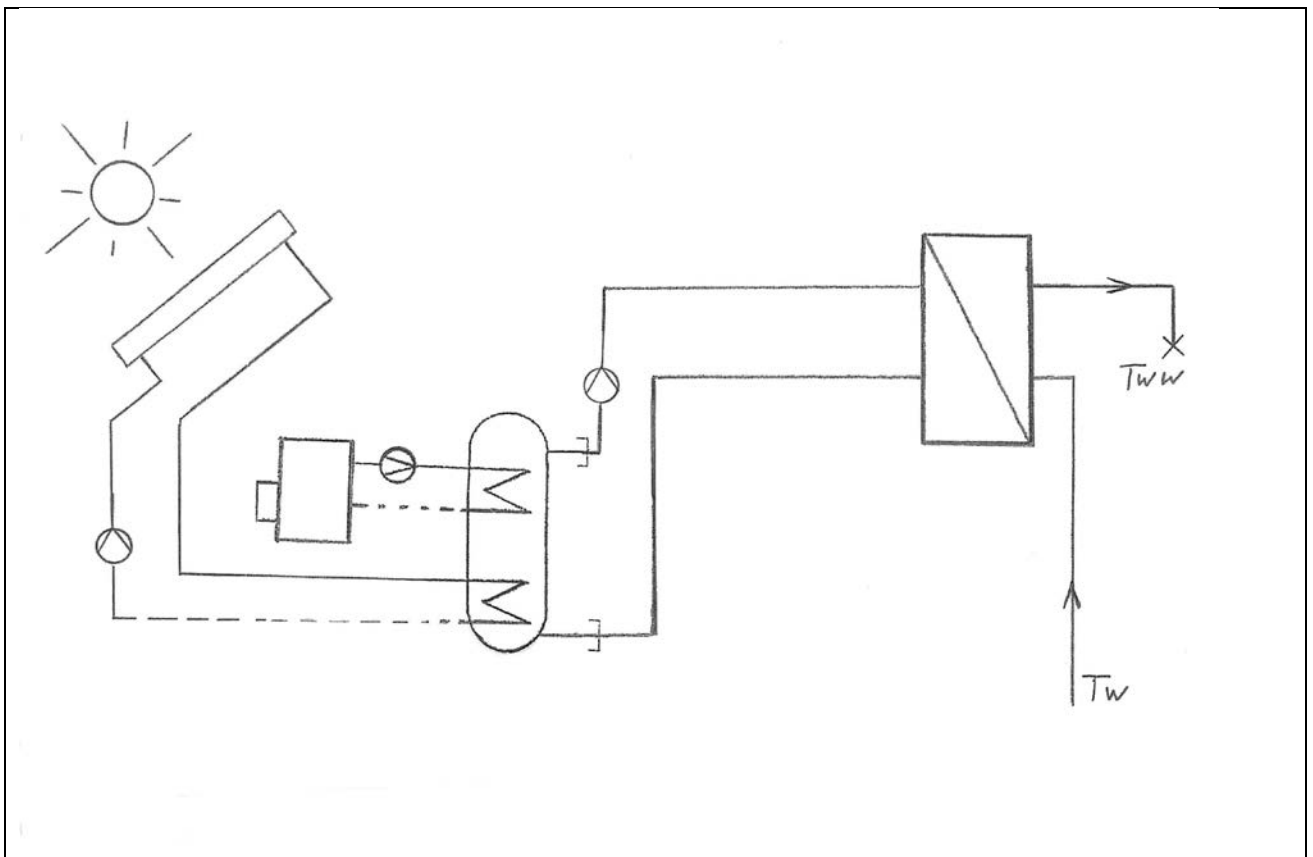

Bild 7 Pufferspeicher mit Solaranbindung und Frischwasserstation
- 2) Es können problemlos weitere Wärmequellen eingebunden (mit genutzt) werden (siehe Bild 7)